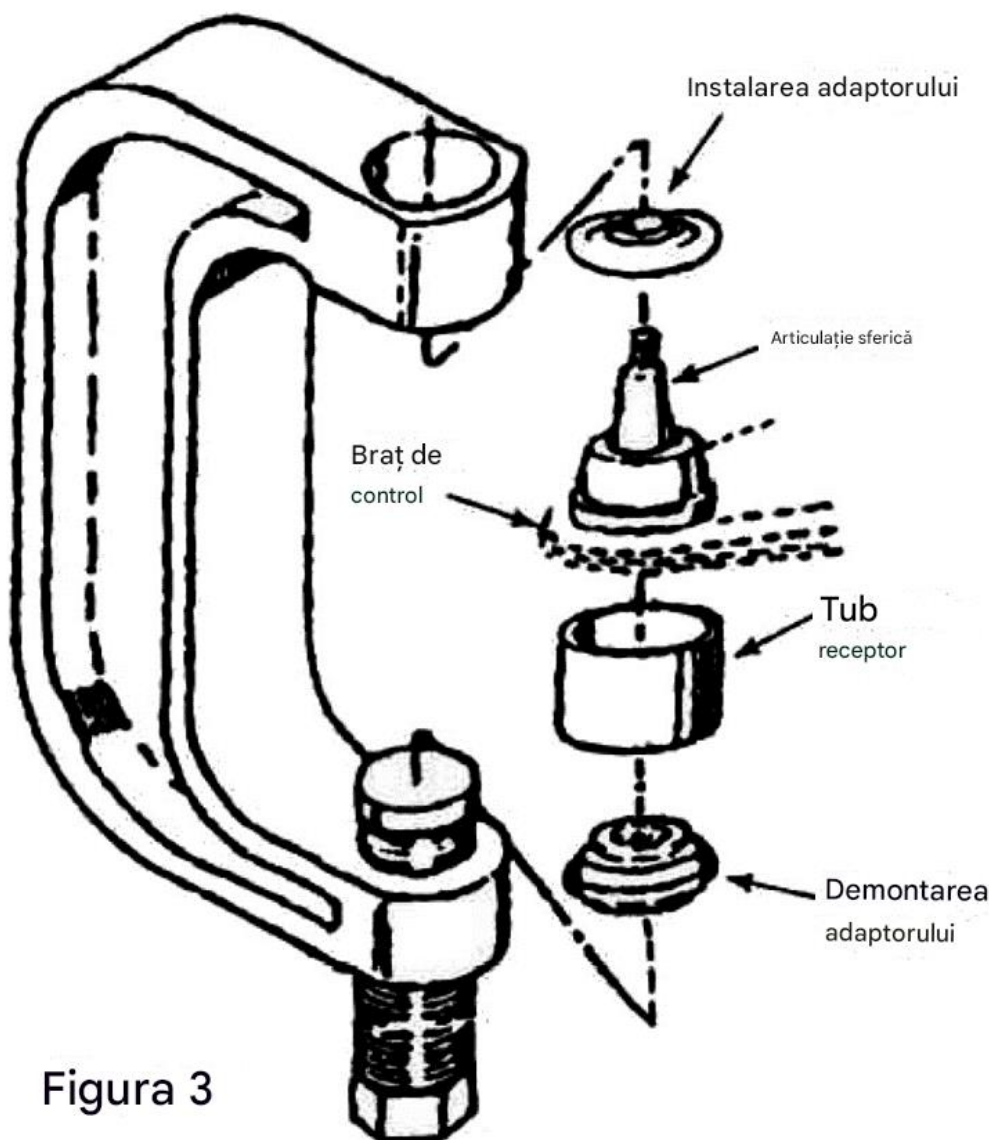

Figura 3
1. Montați presa pentru articulații sferice pe brațul de control, așa cum este arătat în figura 3. Alegeți un tub de recepție de dimensiune corespunzătoare (poz. 6, 7 sau 8) și plasați-l sub articulația sferică a vehiculului (vezi Figura 3).